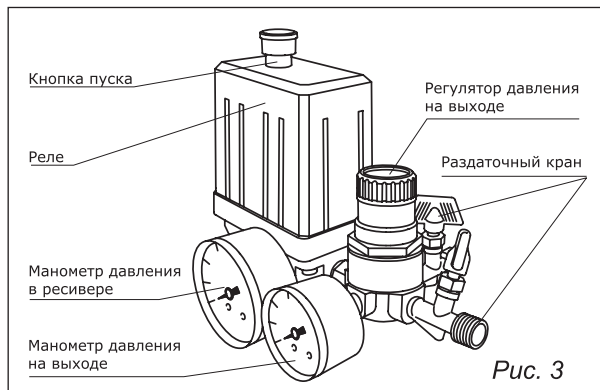

Рис. 3
6.2. Запуск компрессора (рис. 3)